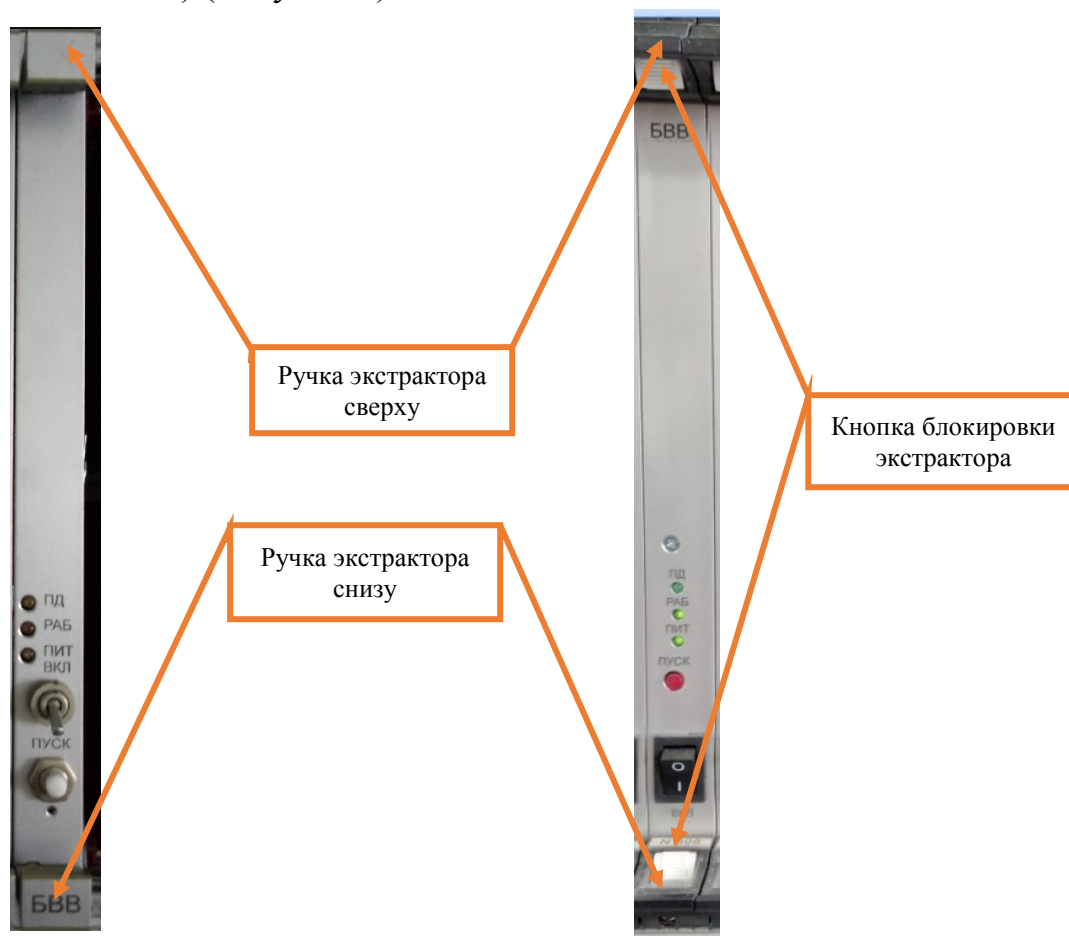

Рисунок 4. Ручки экстрактора блока БВВ.
7.1.6 Нажать на ручки экстрактора модуля или утопить кнопку блокировки экстрактора после чего нажать на ручку (в зависимости от исполнения блока) (Рисунок 4).